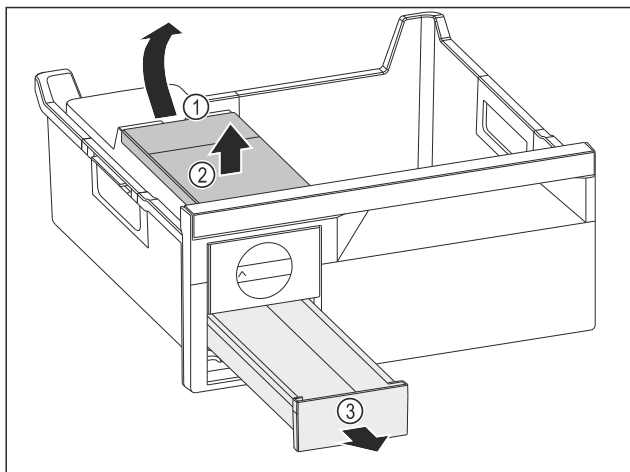

Fig. 77
- ▶ Вийняти бак для води: підняти бак для води за заглиблення Fig. 77 (1).
- ▶ Вийняти бак для води Fig. 77 (2) рухом вгору.
- ▶ Вийняти висувний ящик для кубиків льоду Fig. 77 (3) рухом вперед.